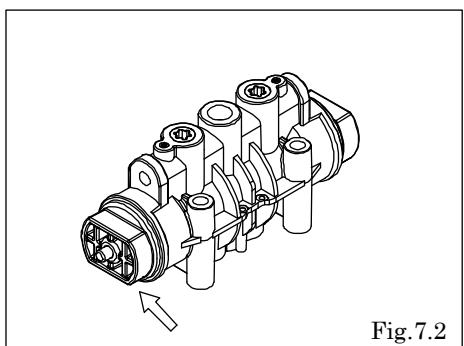

Fig.7.2
- ・モンキーレンチなどでキャップAを回して取り外し、パッキン、C型スプール組立を取り外す。[Fig.7.2]